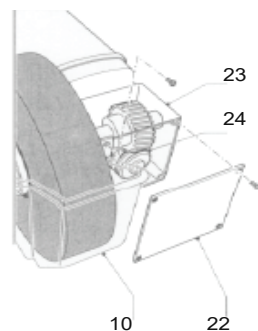

рис. 4
Червячный редуктор привода круга заточки с охлаждением, необходимо смазывать через каждые 30 часов работы. Порядок смазки (см. рис.4):
- слив воду из резервуара (рис.4 поз.10), снять его с корпуса редуктора (рис.4 поз.23);
- открутив 4-е винта снять крышку (рис.4 поз.22) корпуса редуктора;
- обильно смазать солидолом червячный редуктор (рис.4 поз.24);